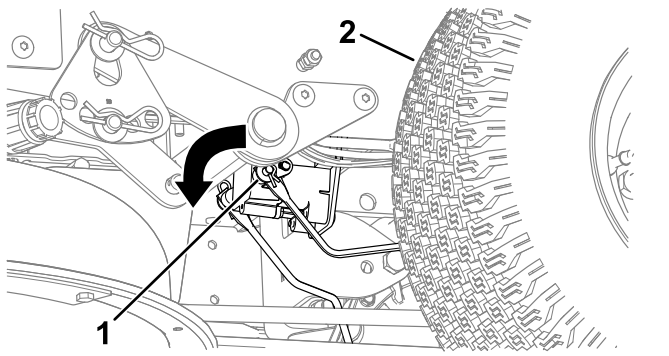

Figure 51
3. Localisez l'arbre sur le frein électrique au point de connexion des bras de liaison (Figure 51).
4. Tournez l'arbre pour desserrer le frein (Figure 51).